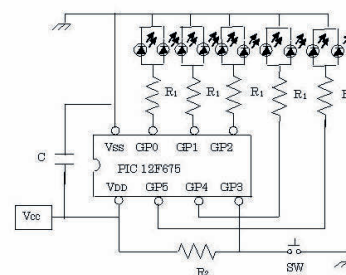

図 1 クリスマスツリーの LED 照明回路図
今回、電子回路工作「クリスマスツリーの LED 照明」には回路図は図 1 を用いた。部品は PIC12F675、抵抗  $R_1$ 、抵抗  $R_2$ 、発光ダイオード (LED)、スイッチ (SW)、電池により構成されている。PIC12F675 は入出力端子 6 本と、電源端子、GND 端子の合計 8 本の端子で構成されている。